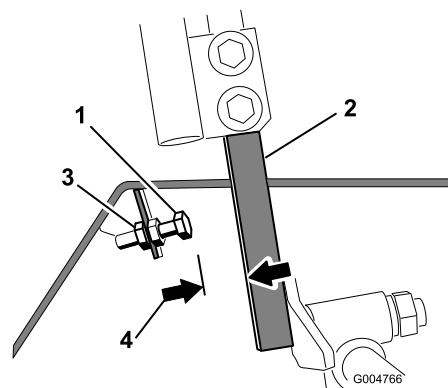

図 66
4. 左右どちらかのコントロール・レバーで、ストップ・ボルトについているジャム・ナットをゆるめる(図 66)。